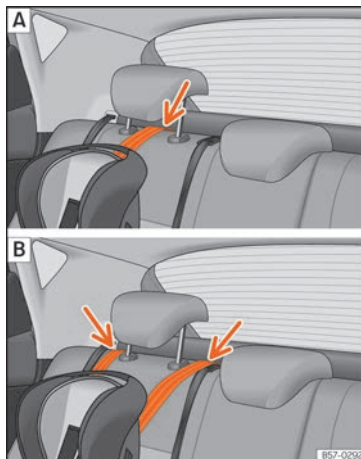

Fig. 28 Asientos traseros: ajuste y montaje en función del cinturón Top Tether.
- Coloque la correa por debajo del apoyacabezas del asiento posterior »» fig. 28 (en función de las instrucciones de la propia silla,